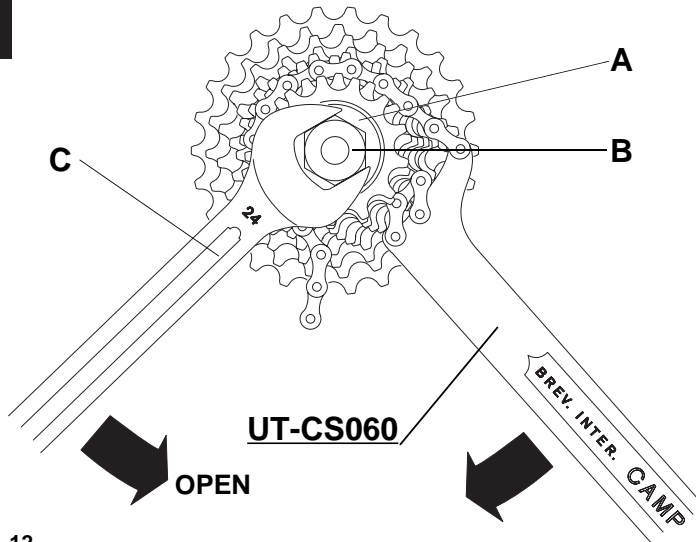

Fig. 12
- Smontate la ghiera (A), usando l'utensile (B) (UT-BB080) con la chiave esagonale (C) da 24 mm e la chiave con catena C10 (UT-CS060) (Fig. 12).
- Remove the ring (A), using the tool (B) (UT-BB080) with the 24 mm hexagonal key (C) and the C10 chain whip (UT-CS060) as illustrated (Fig. 12).
- Den Schließring (A) mit dem Campagnolo Werkzeug UT-BB080 (B) zusammen mit dem sechseckigen 24 mm Schlüssel (C) und dem C10 Kettengegenhalter (UT-CS060) abnehmen (siehe Abb. 12).
- Démontez la bague (A), en utilisant l'outil (B) (UT-BB080), la clé Allen (C) de 24 mm ainsi que le fouet à chaîne C10 (UT-CS060) comme le montre la figure (Fig. 12).
- Desmontar la virola (A), con la herramienta (B) (UT-BB080), con la llave hexagonal (C) de 24 mm y la llave con cadena C10 (UT-CS060) como está ilustrado (Fig. 12).
- Verwijder de ring (A) met de sleutel (B) (UT-BB080) en door middel van de zeshoekige 24 mm sleutel (C) + de C10 kransafnemer (UT-CS060), zoals geïllustreerd (Fig. 12).